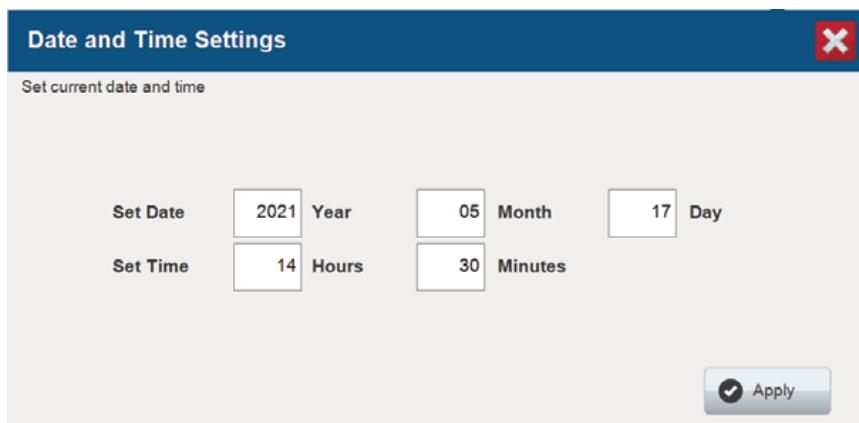

図 153 Date and Time の設定画面
1. Main Menu 画面（図 9）の右上にある Date and Time を選択して、Date and Time Settings 画面（図 153）を開いてください。